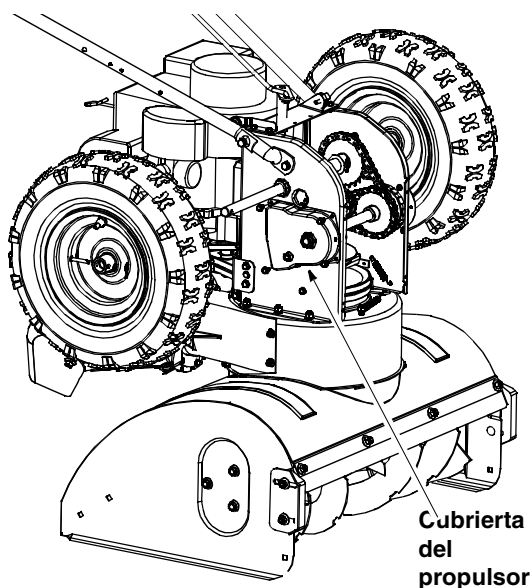

Figura 35
- Extraiga los cuatro tornillos que aseguran la cubierta del propulsor izquierdo al bastidor. Extraiga la cubierta del propulsor del lado del bastidor. Vea la Figura 35.